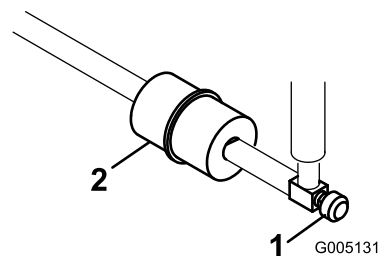

Рисунок 44
В топливном трубопроводе между топливным баком и карбюратором встроены проходной фильтр. (Рисунок 44).
1. Закройте отсечной топливный клапан, снимите хомут шланга на обращенной к карбюратору стороне фильтра и отсоедините от фильтра топливный трубопровод (Рисунок 44).
2. Подставьте под фильтр сливной поддон, снимите оставшийся хомут и снимите фильтр (Рисунок 44).